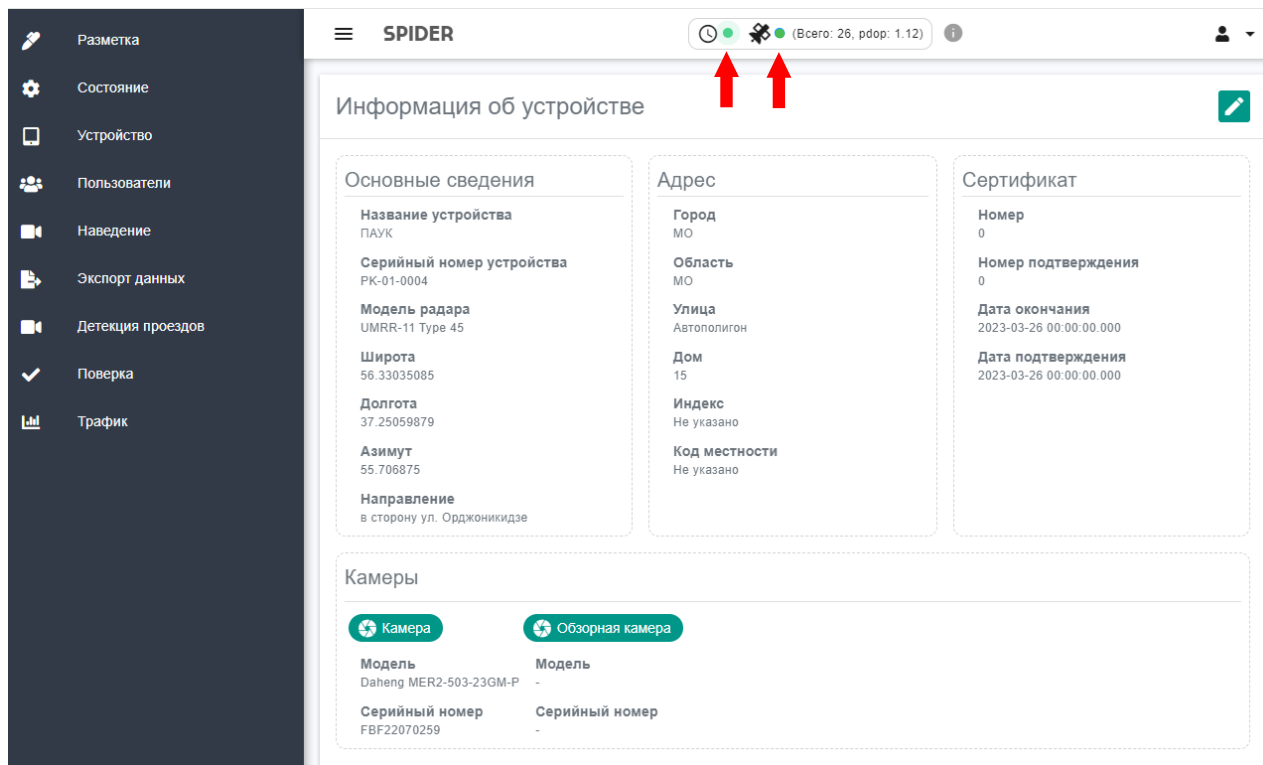

Рисунок 4 – Отображение статуса «Готов к работе» в WEB-интерфейсе ПО.
- Необходимо убедиться, что Система находится в состоянии «Готов к работе». Индикатор «Синхронизация времени» должен быть зеленым и количество спутников не менее 10 (см. рисунок 4).
6.7.1. Перед переводом ПО SPIDER в режим проверки убедиться, что Система находится в состоянии «Готов к работе». Индикаторы «Синхронизация времени» и «Прием спутниковых данных» должны быть зелеными (см. рисунок 4).
6.7.4.1. Для проверки времени проверить, что индикация соответствует состоянию «Готов к работе» (см. рисунок 4).
6.7.5.1. Проверить, что индикация соответствует состоянию «Готов к работе» (см. рисунок 4).
6.7.6.1. Для поверки координат проверить, что индикация соответствует состоянию «Готов к работе» (см. рисунок 4).